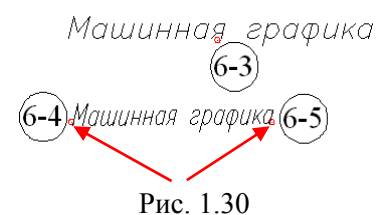

Рис. 1.30
**Ваш ответ:** Указать положение точки 6-4 на чертеже (рис. 1.30).
Текст должен разместиться между точками 6-4 и 6-5 (рис. 1.30).